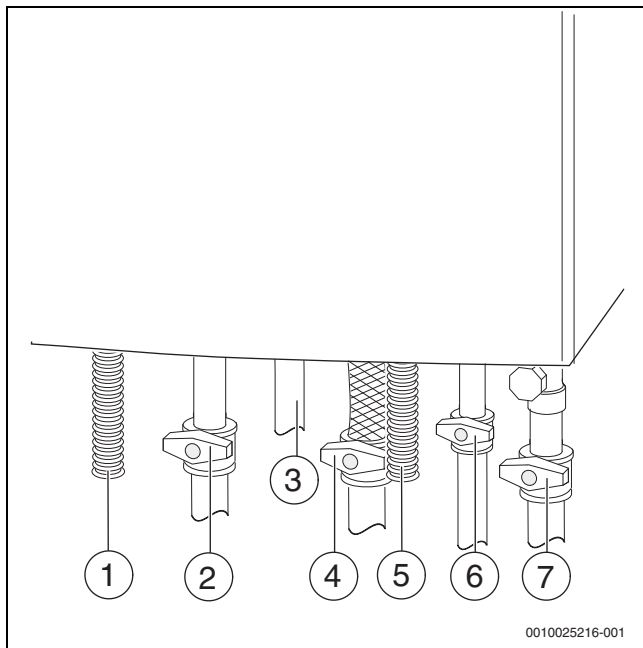

Fig. 29 Conexiones de las tomas de agua y de gas (accesorios)
- Abrir la llave de agua fría (→ fig. 29) y abrir a continuación un grifo de agua caliente hasta que salga agua.
- Abrir las llaves de impulsión y de retorno de la calefacción (→ fig. 29).
- Llenar la instalación de calefacción a 1 hasta 2 bar en el dispositivo de llenado (→ fig. 29) y cerrar el dispositivo nuevamente.